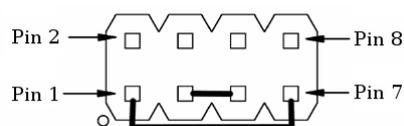

Рисунок 3.3. Включение режима loopback порта RS-485 на модуле Салют-ЭЛ24Д2
- для модуля Салют-ЭЛ24Д2 — вилка XP1, см. рисунок 3.3.